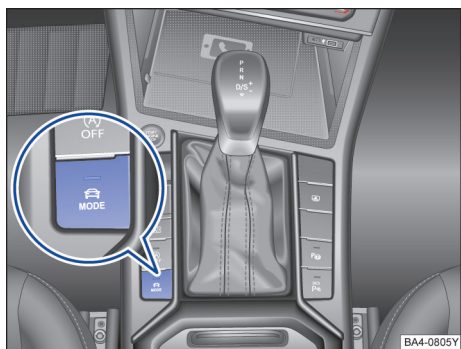

图 117 中控台下部：驾驶模式选择按键
- 按压驾驶模式选择按键→图 117。驾驶模式选择菜单显示在信息娱乐系统的显示屏中。已激活的驾驶模式被选中。
- 按压驾驶模式选择按键→图 117。驾驶模式选择菜单显示在信息娱乐系统的显示屏中。
- 或：重新按下驾驶模式选择按键→图 117，以便自动选择下一个未激活的驾驶模式。